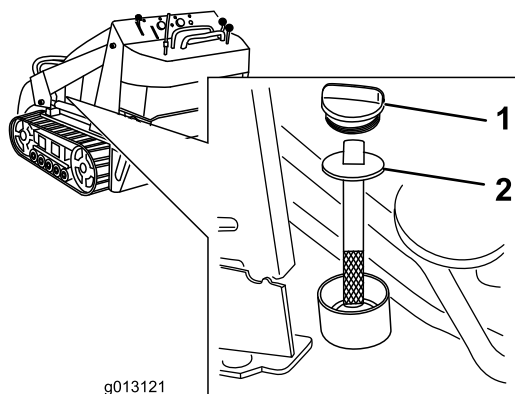

Figura 61
5. Pulite la zona intorno al collo del bocchettone del serbatoio idraulico (Figura 61).
6. Rimuovete il tappo del collo del bocchettone e controllate il livello del fluido sull'asta di livello (Figura 61).